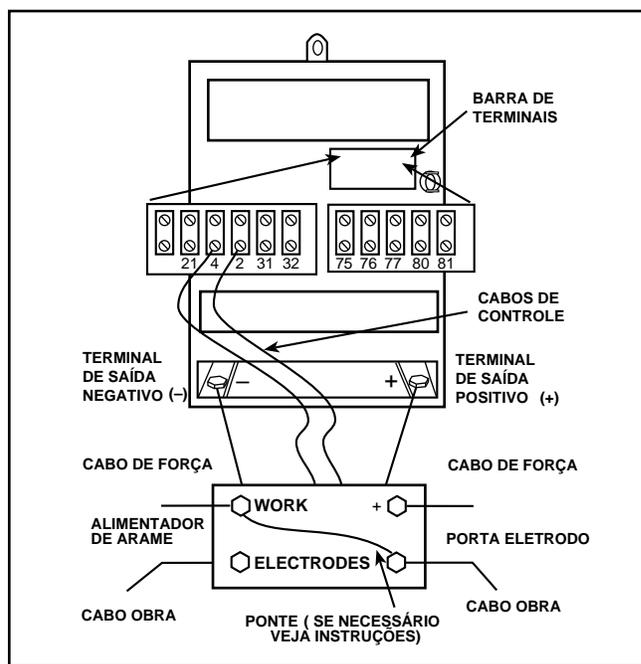

FIGURA C.4 - CONEXÕES DO CABO DA CHAVE MULTI-PROCESSO.
11. Conecte o cabo direito da chave (visto de frente para a fonte) ao terminal de saída positivo (+) da fonte. Veja a Figura C.4.
12. Conecte o cabo esquerdo da chave (visto de frente para a fonte) ao terminal de saída negativo (-) da fonte. Veja a Figura C.4.
13. Conecte os cabos de força e obra. Veja a Figura C.4.
15. Conecte os cabos de força e obra do eletrodo revestido/corte com eletrodo de carvão. Veja a Figura C.4.
NOTA: Quando não for necessário utilizar cabos obra separados para eletrodo revestido e solda semi-automática ou automática, faça uma ponte do terminal "Obra" ao terminal "negativo" da CHAVE MULTI-PROCESSO. Veja a Figura C.4.